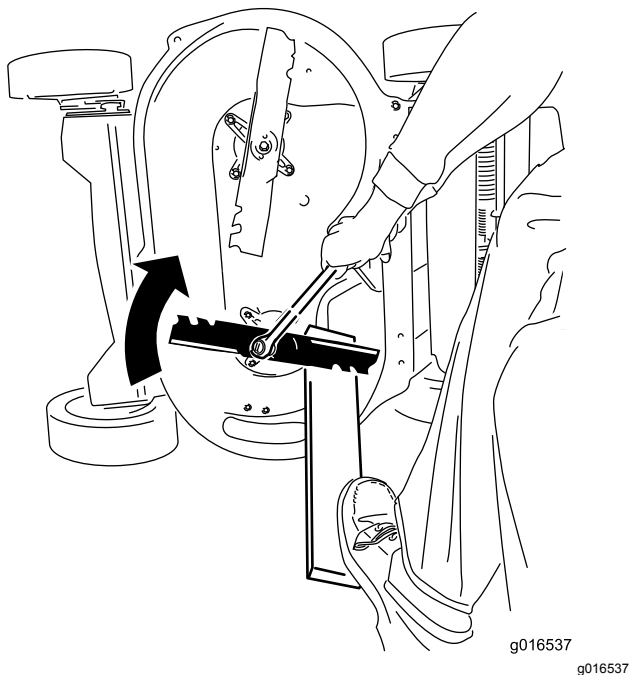

Figura 42
2. Inmovilice cada cuchilla con una tabla de madera, y gire el perno de la cuchilla en sentido horario con una llave dinamométrica, según se muestra en Figura 42; apriete el perno de cada cuchilla a 82 N·m.